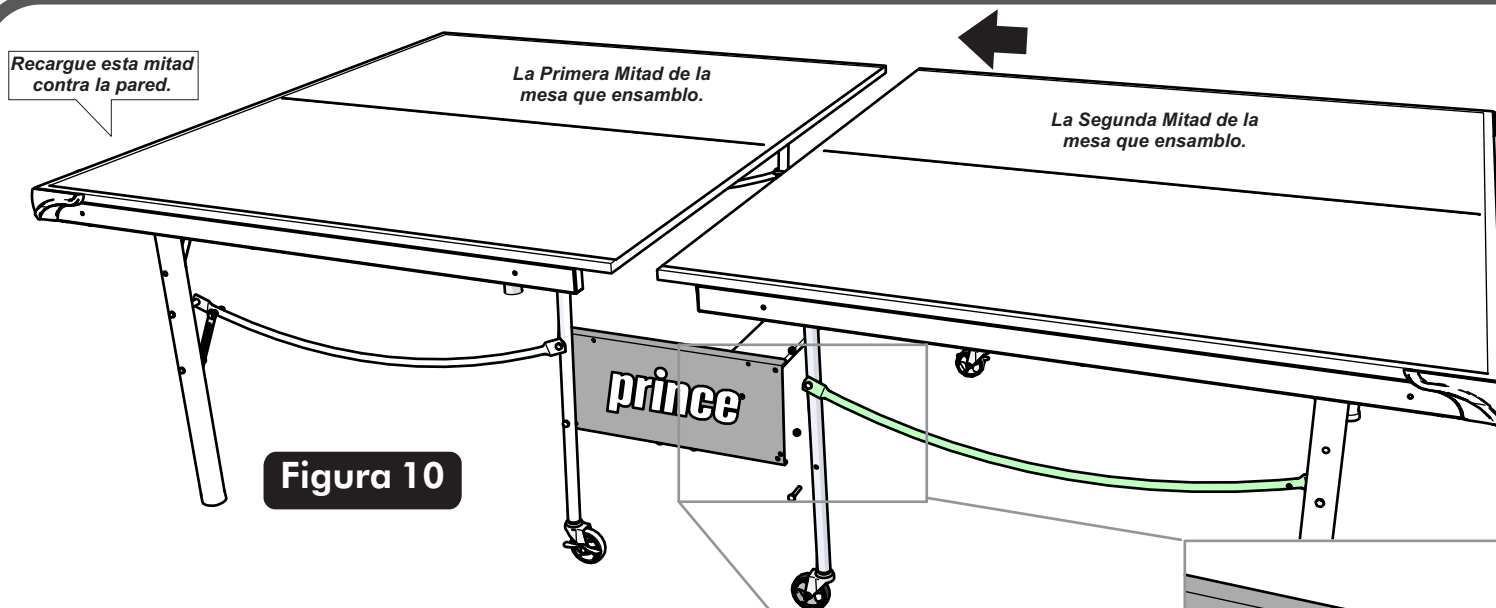

Figura 10
24. Esté seguro que las patas de la primera mitad de la mesa (la mitad con la placa #5) estén abiertas. Con una persona en cada lado de la mesa, levante y ponga la mitad de la mesa como se muestra. Coloque la mesa contra la pared como está mostrada, para ayudar a estabilizar la mitad de la mesa mientras que la Segunda mitad esta siendo colocada. Asegúrese que haya suficiente espacio para colocar la segunda mitad de la mesa. Vea la **Figura 10**.
26. Con una persona en cada uno de los lados de la Segunda mitad de la mesa, deslice la Segunda mitad contra de la primera mitad. Remueva las tuercas de seguridad #15 de los tornillos #14 de la Segunda mitad donde el soporte en U #7 y los Tubos Conectores #4 se unen. Alinee los orificios de la Placa #5 (de la primera mitad de la mesa) con los orificios en los soportes en U #7 (de la segunda mitad de la mesa). Asegure la segunda mitad de la mesa usando el orificio de arriba de la Placa #5 con los tornillos hexagonal #14 que fueron instalados anteriormente y las tuercas #15 que removi6. Asegure la Segunda mitad de la mesa con el orificio de abajo de la Placa #5 con los dos tornillos hexagonales #9 y las tuercas de seguridad #15 que usted puso en el piso con anterioridad. Asegurándose que las tuercas estén apretadas y seguras, pero no las sobre apriete. Estas uniones deben moverse. Asegure que todos los tornillos #9 que instalo en la Placa #5 esten apretados. Vea la **Figura 10 y Detalle J**.